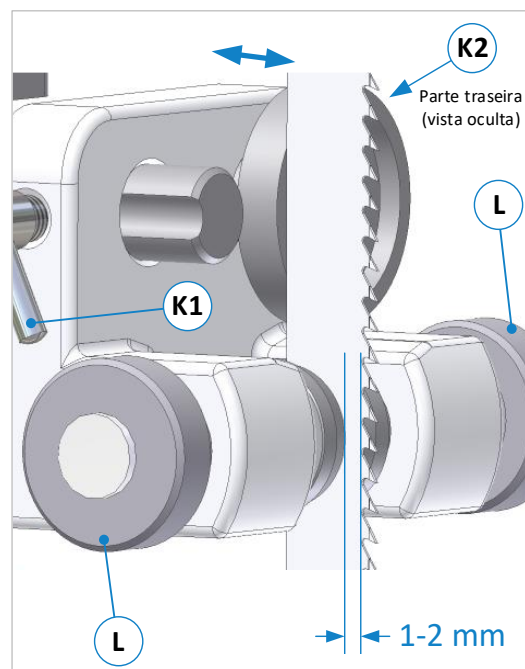

Figura 30: Ajuste das guias
- Ajustar os dois rolos laterais com as mangas de rolamento (L) para fora, de modo que uma nova lâmina de serra possa passar livremente entre eles.
- Desapertar o parafuso de aperto (K1) e deslocar a guia completa sobre o pino de suporte (B), de modo que os bordos dianteiros dos rolos laterais fiquem cerca de 1 - 2 mm atrás da base do dente da lâmina de serra (ver ⇒ Figura 30).